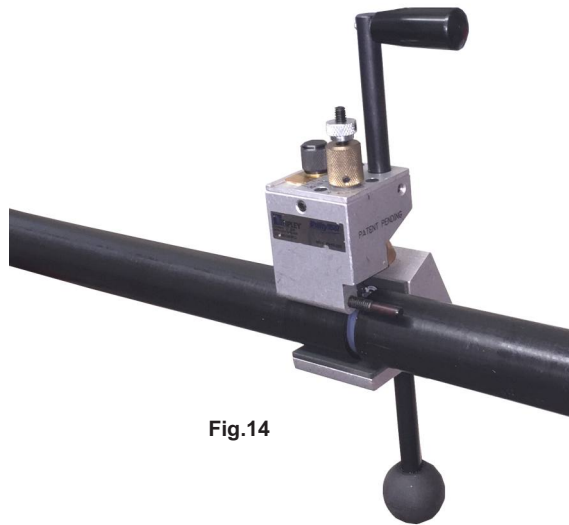

Fig.14
- a. Ajuste el ángulo de la cuchilla en aproximadamente 10°. Gire la herramienta para iniciar la acción de remoción Fig.14. Observe cuidadosamente la profundidad de la cuchilla y reajuste si necesario.
1. Establezca la profundidad de la cuchilla. Similar al cable de 15kV, se debe realizar un corte de canal para exponer el conductor con la cuchilla en el ángulo de 0°. Comience con la cuchilla completamente retraída, luego retire el aislamiento en segmentos pequeños, de 2 a 3 vueltas de profundidad de la cuchilla a la vez. No intente eliminar una lasca de aislamiento demasiado gruesa. Más de 3 vueltas de profundidad pueden romper la cuchilla. La profundidad de la cuchilla final es de aproximadamente 1/16" (1,6 mm) por encima del conductor. La herramienta de la Fig.14 está diseñada con un tope de profundidad positivo. Este accesorio es útil para proteger el conductor y la cuchilla de daños y se detalla a continuación.